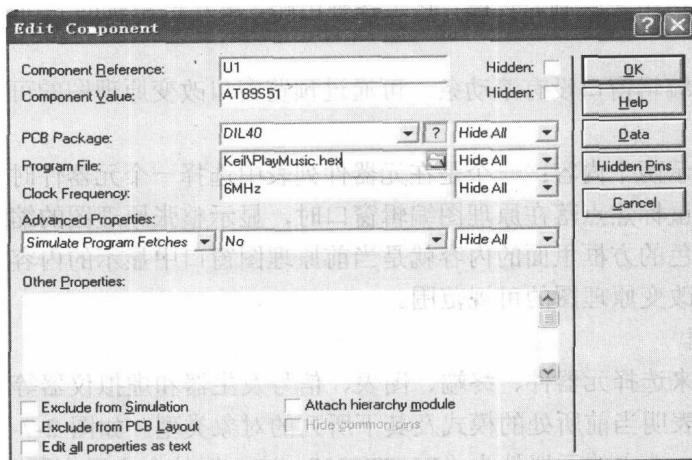

图 2-5 “Edit Component”对话框
(2) 用鼠标右键单击单片机 AT98S51 (标号 U1)，选择 Edit Properties 选项，弹出如图 2-5 所示的“Edit Component”对话框，单击“Program File”右侧文本框旁边的打开按钮，选